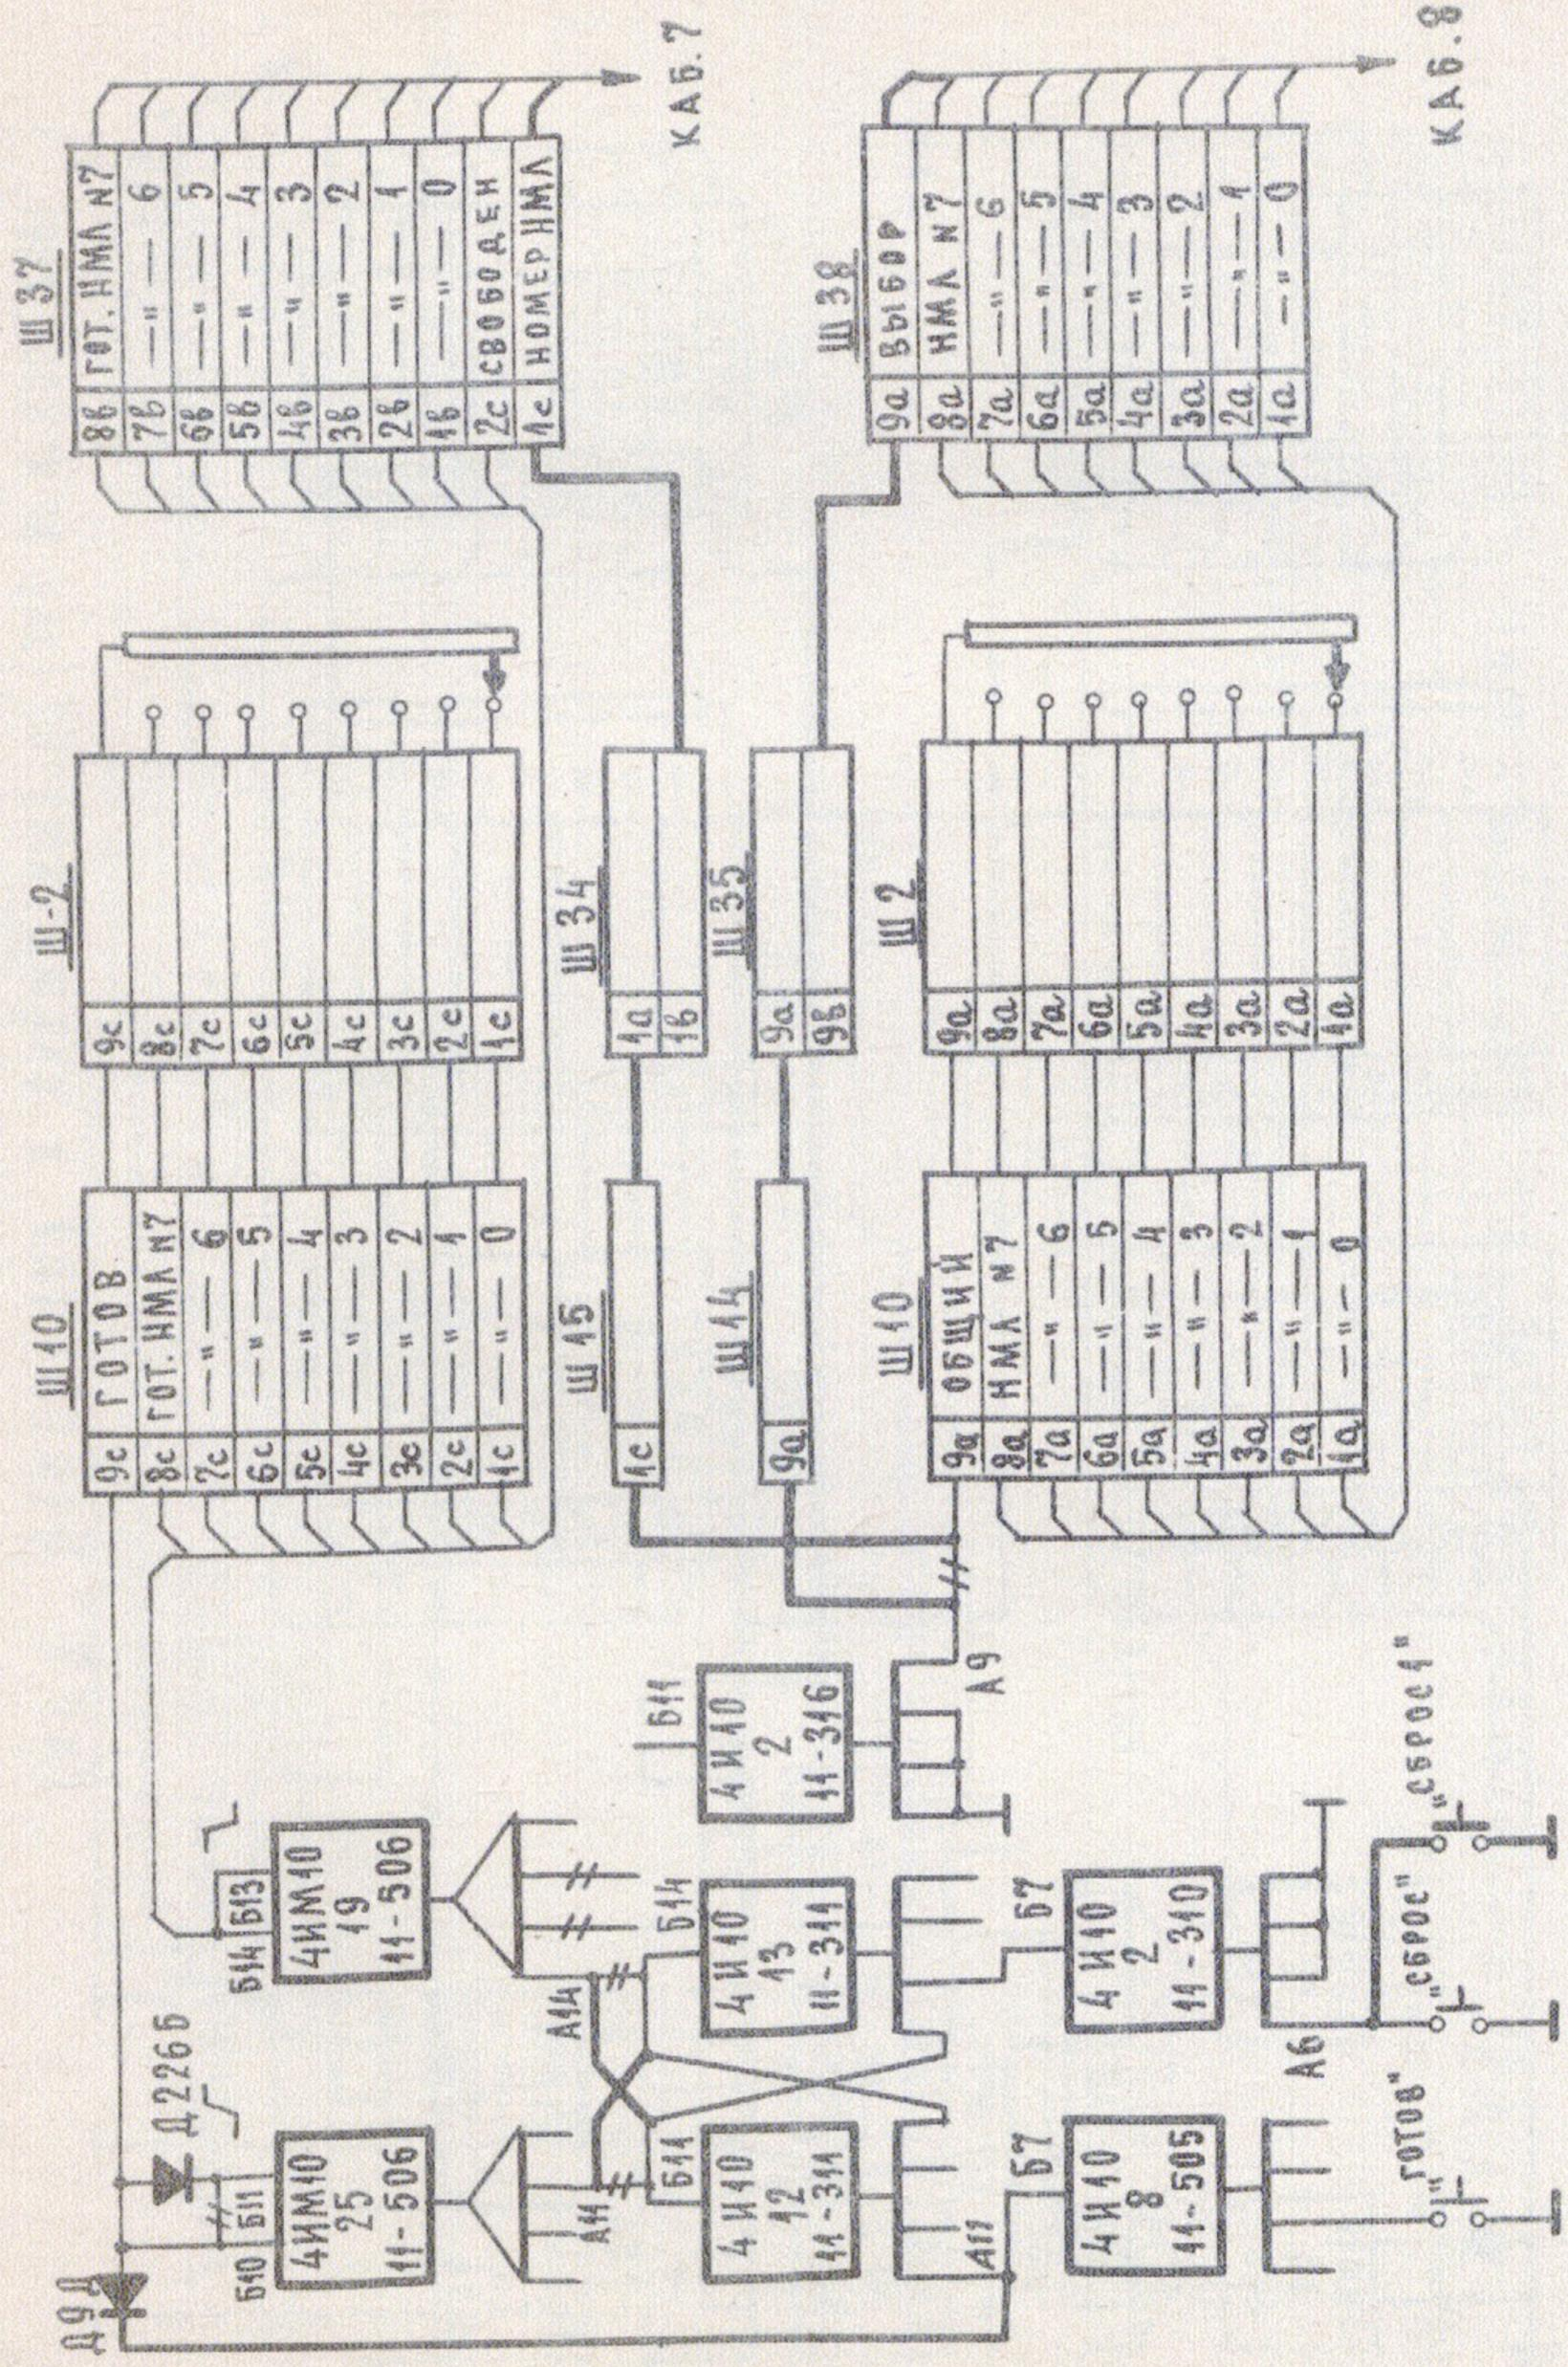

Рис. 1. Изменение в схеме НМА-67 (Зав. № № 3600, 3601).
1. В оба кабеля, соединяющие каждый накопитель с устройством управления, закладывается по одной дополнительной связи (рис. 1, 2, 3 и 4). По одной связи передается уровень "Выбор", по другой — "Номер НМЛ". Для передачи уровня "Готовность" использована связь "Свободен". При этом платы переключателей высвобождаются для использования в схеме защиты и выбора номера. Уровни "Номер у-ва" из устройства обмена с разъема БШ 19 подаются на контакты переключателей номеров НМЛ, а с движков по дополнительным связям заводятся обратно в УУМЛ на штеккеры (рис. 1, 2, 3 и 4).
Схема защиты (рис. 1) работает следующим образом. Если несколько накопителей имеют одинаковый номер, например №0, то выходные инверторы 4ИМ 10 11-506-Б10 этих НМЛ соединяются через движ-